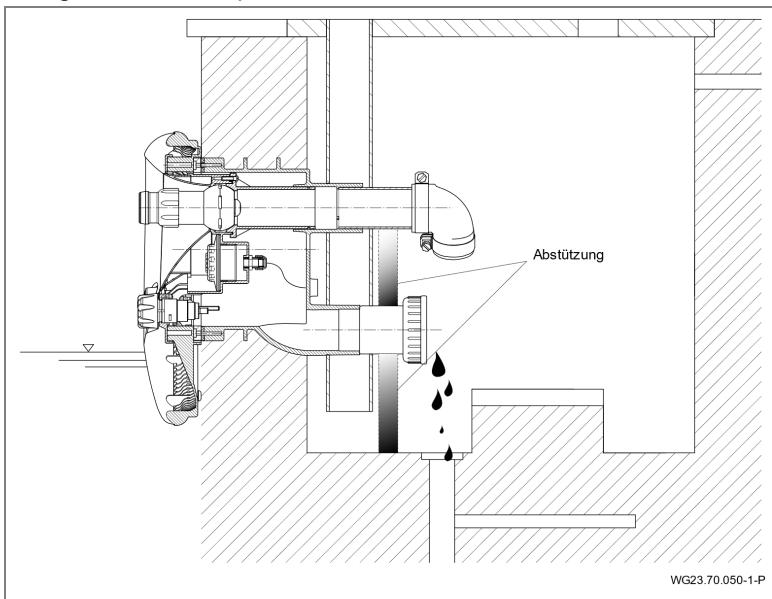

Abb. 29
3. Saug- und Druckleitung durch Abstützung entlasten. Siehe "Abb. 29" auf Seite 46.